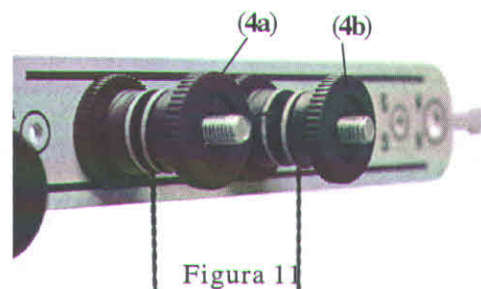

Figura 11
Estenda a corda verticalmente acompanhando a haste longa (2) até o alinhador com mufa (4). Passe a corda entre os discos (4a) em seguida entre os discos (4b) deixando a extremidade da corda pendente - Figura 11.